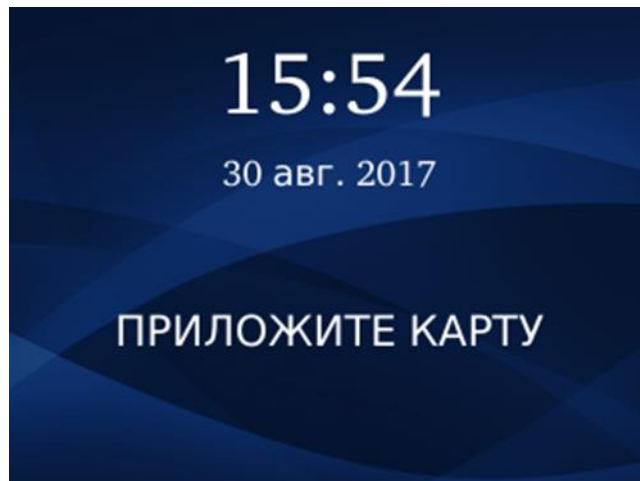

Рисунок 23 – Экран терминала в режиме «Карта+ладонь»
- **Карта + ладонь** (см. рисунок 23)